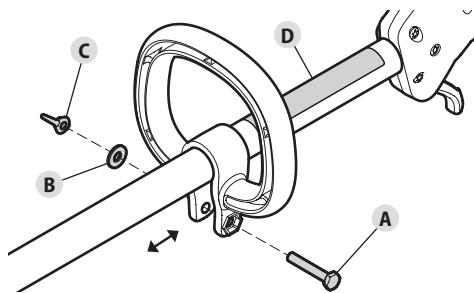

Fig. 9
2. Inserte el perno (Fig. 9-A) en el orificio del perno hexagonal y presione para que pase a través de él. Coloque la arandela (Fig. 9-B) en el perno. Enrosque la tuerca de mariposa (Fig. 9-C) en el perno, pero no la ajuste completamente.
3. Mantenga la unidad en la posición de funcionamiento (Fig. 16). Mueva la manija hacia arriba o abajo del alojamiento del eje superior hasta que esté en una posición cómoda. Compruebe que la manija esté ubicada más allá del extremo de la etiqueta de seguridad (Fig. 9-D).
1. Afloje la tuerca de mariposa (Fig. 9-C).
2. Mantenga la unidad en la posición de funcionamiento (Fig. 16). Mueva la manija hacia arriba o abajo del alojamiento del eje superior hasta que esté en una posición cómoda. Compruebe que la manija esté ubicada más allá del extremo de la etiqueta de seguridad (Fig. 9-D).